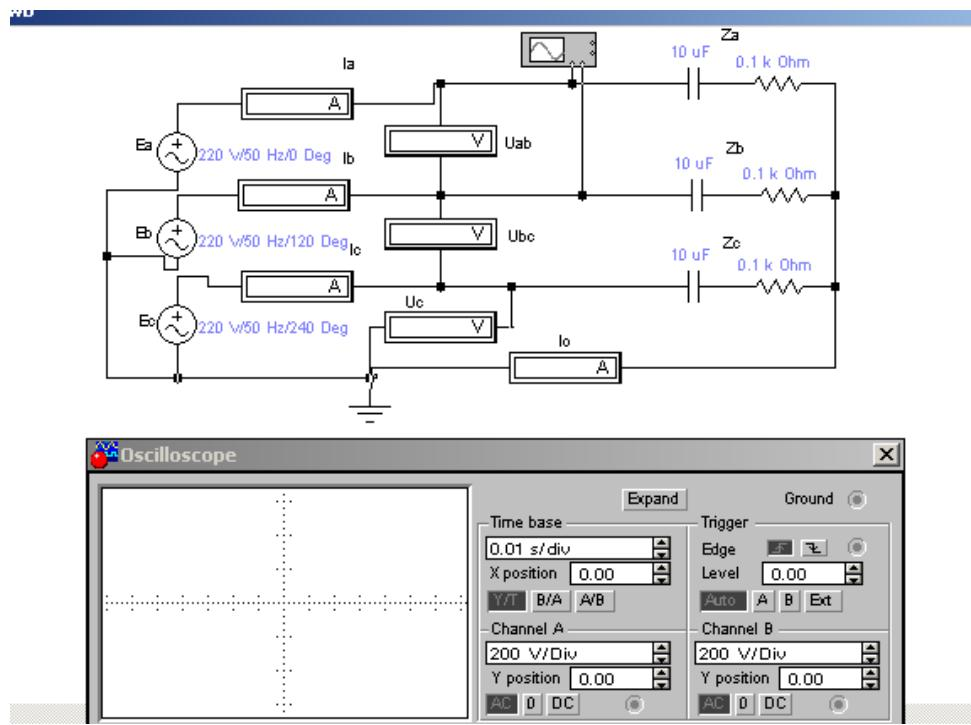

Рис.2 Схема моделирования системы звезда-звезда с симметричной нагрузкой
3.1 Соединение звезда-звезда с симметричной нагрузкой рис. 2,3